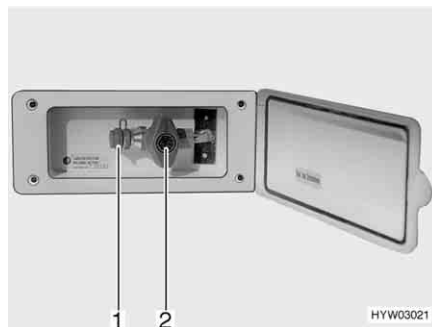

Fig. 91 Raccordement externe de gaz avec robinet d'arrêt de gaz fermé
Le raccordement externe de gaz (Fig. 91) se trouve, selon les modèles, à l'arrière ou sur le côté gauche ou droit du véhicule.
- Raccorder l'appareil à gaz externe sur le raccord (Fig. 91,1).
- Ouvrir le robinet d'arrêt de gaz (Fig. 91,2).